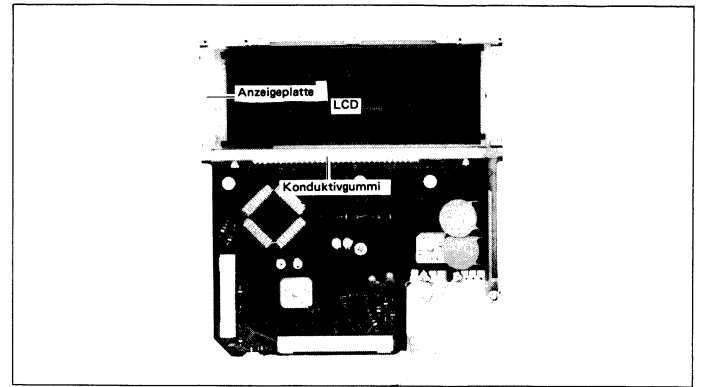

Abbildung 7-3
- d) Die LCD-Anzeigeplatte und den Konduktivgummi herausnehmen. (Siehe Abb. 7-3)